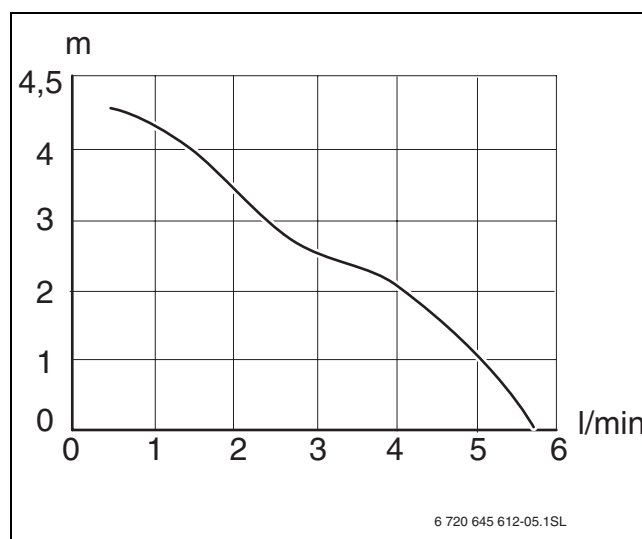
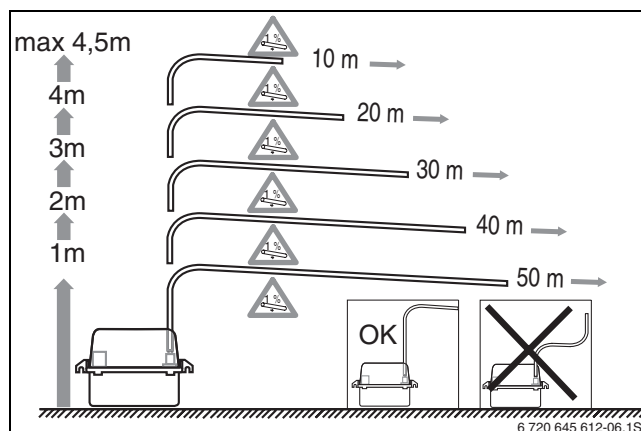

Fig. 3 Débit (l/min) en fonction de la hauteur manométrique (m)
Fig. 10 Montage du tuyau d'écoulement
- Respecter la hauteur manométrique maximale de 4,5 m (→ fig. 3 et fig. 10).
- Poser correctement le tuyau avec une pente de 1 % (→ fig. 10).
- Respecter les fig. 3, 8, 9 et 10.